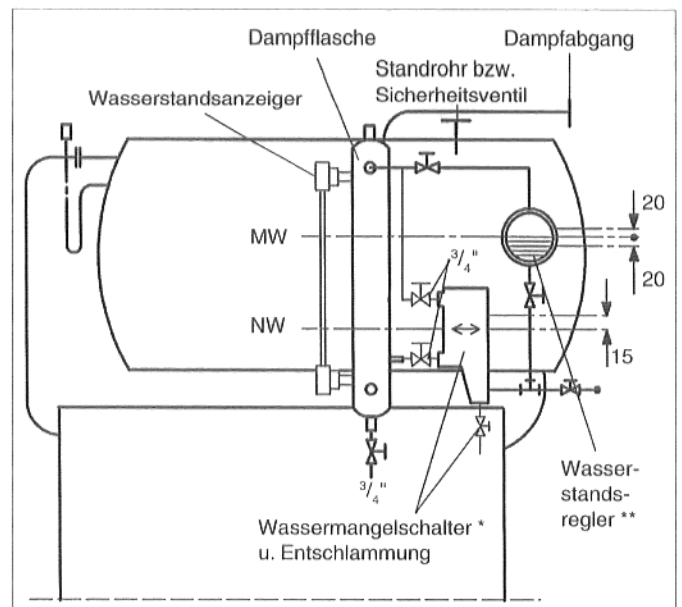

Abb. 18 Seitenansicht; Prinzipabb.
- \*) Der Ansprechdruck des Wassermangelschalters muß auf der Höhe der "NW" - Marke liegen, Schaltdifferenz + 15 mm (Abb. 18).
- \*\*\*) Den Ansprechpunkt des Wasserstandsreglers auf die Höhe der "MW" - Marke legen, Schaltdifferenz ± 20 mm (Abb.18).